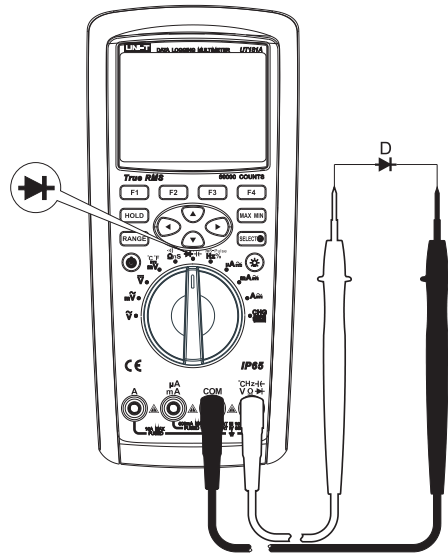

图10
- 2) 将仪表的旋钮开关转到“**▶|◀**”测量档，默认为二极管测量模式**▶|◀**。如图10，将表笔并联到被测二极管两端。从显示器上直接读取被测二极管的近似正向PN结电压。